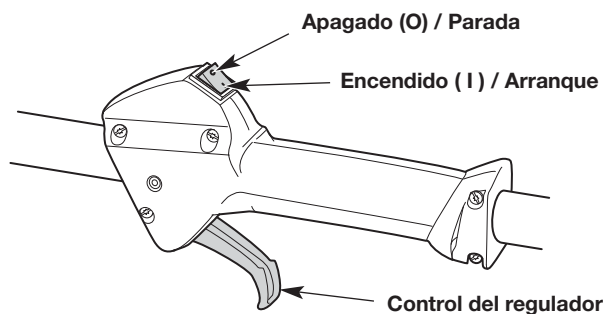

Fig. 6
NOTA: No hay necesidad de encender la unidad. El interruptor de Encendido/Apagado debe estar en la posición ENCENDIDO (I) en todo momento (Fig. 6).
6. Apriete el control del regulador (Fig. 6) y tire de la cuerda **5 veces** con movimiento regulado y firme (Fig. 8).
2. Oprima y no suelte el interruptor de control de Encendido y Apagado en la posición APAGADO (O) hasta que el motor se detenga por completo (Fig. 6).
7. Apriete y mantenga oprimido el control del acelerador (Fig. 6). Ponga en marcha el accesorio de arranque eléctrico durante 2 segundos.